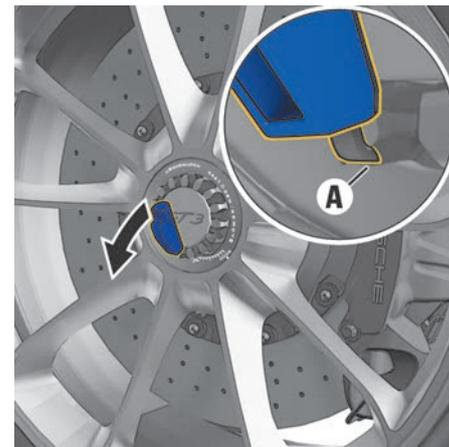

Fig. 139 : Extraction du cache-moyeu à l'aide de l'outil accessoire
3. L'outil polygonal contient un outil accessoire (fig. 139). Retirez-le de l'outil carré et replacez-le ultérieurement à cet emplacement. Dégagez avec précaution le cache du moyeu de roue de son logement, à l'aide de l'outil accessoire. Pour ce faire, introduisez profondément sa languette métallique dans l'encoche d'ouverture **A** au niveau de la vis centrale et rebasculez ensuite la poignée.
- ▶ Montez la vis centrale à l'aide de l'outil polygonal (fig. 139 à la page 207).